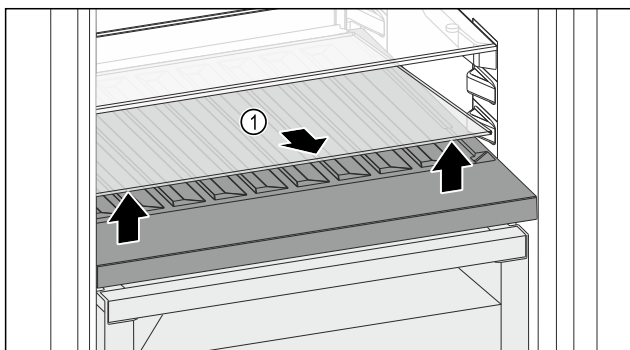

Fig. 214
- ▶ Podnieść płytę szklaną Fig. 214 (1) z przodu przy zagłębieniu i wyciągnąć.
- ▶ Przechować płytę szklaną Fig. 214 (1) w bezpiecznym miejscu poza urządzeniem.
- ▶ Włożyć płytę szklaną (2) pod regulowaną półkę na butelki.